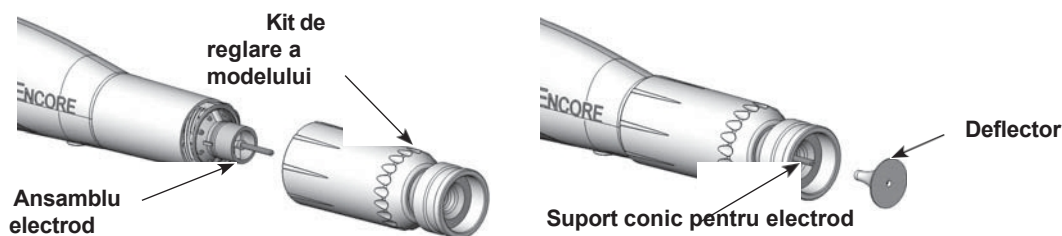

Figura 8 Model Instalarea kitului de reglare
3. A se vedea figura 8. Instalați duza conică integrată pe ansamblul electrodului și înșurubați piulița duzei în sensul acelor de ceasornic până la strângerea cu degetul